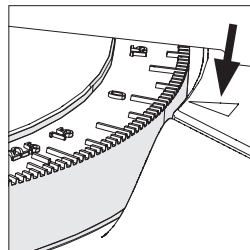

Abb. 15
**Hinweis:** In die rechte Seite des Drehtisches sind duale Gehrungswinkelskalen eingegossen. Ein kleiner im Maschinenfuß eingearbeiteter Zeiger verweist auf den ausgewählten Winkel. (**Abb. 15**)